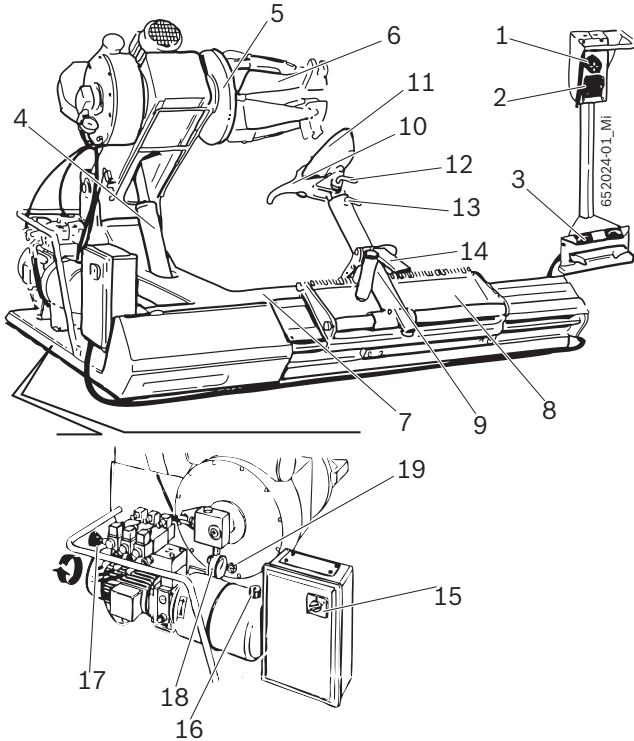

Fig. 1: JUMBO TCS52 NW
La bride de serrage fonctionne grâce à un circuit hydraulique à haute pression, réglable de 20 à 110 bars en tournant la poignée prévue à cet effet (Fig.1, pos.17) et en lisant la valeur sur le manomètre (Fig.1, pos.18). La pression normale d'exercice est de 110 bars. Pour des jantes ayant une valeur d'effort faible ou des jantes particulièrement fines, il est nécessaire de diminuer cette pression.
Pour des roues ayant un diamètre inférieur à 800 mm ou supérieur à 1500 mm, il est recommandé d'enlever l'axe de l'outil de montage (Fig.1, pos.12) et de le positionner dans le deuxième trou.